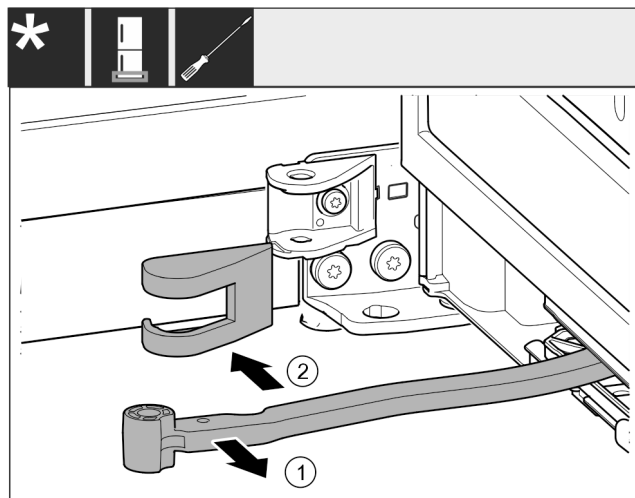

Fig. 14
- Otočte kloub směrem ke dveřím. Fig. 14 (1)
- Sejměte kryt stojanu ložiska. Fig. 14 (2)